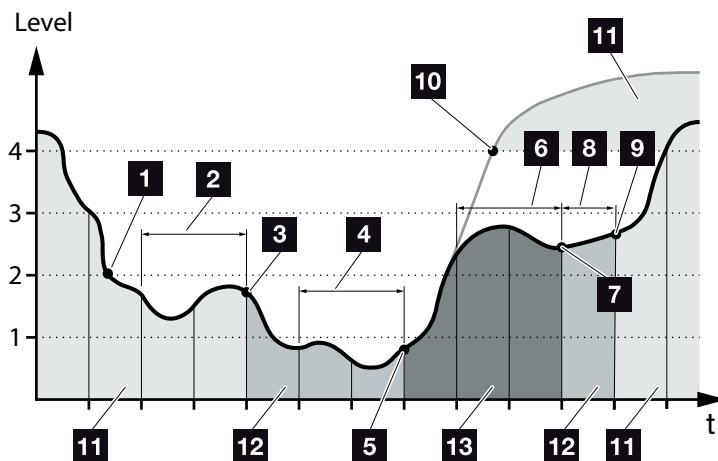

Bild 55: Automatiskt läge
I motsats till det "automatiska" läget stängs här batteriet av så fort solcellsenergin faller under gränsen för Nivå 1 under två på varandra följande dagar  **Bild 55, pos. 5.**